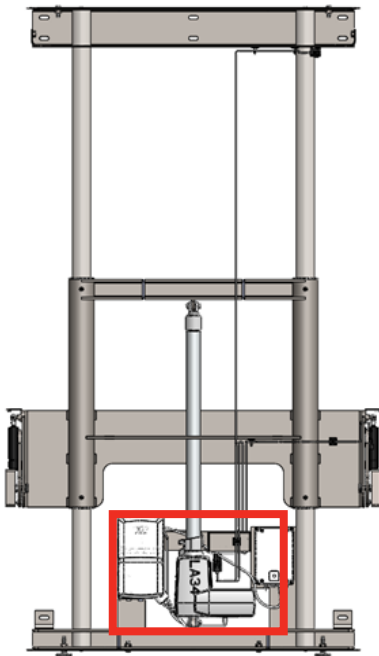
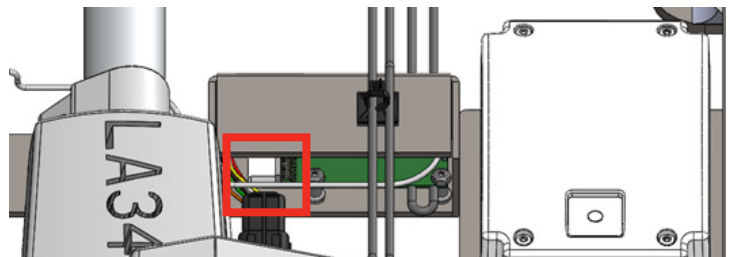

Figure 1 Emplacement du métier à tisser PCB et des connecteurs
Figure 2 Emplacement du métier à tisser PCB.
- Vérifiez la connexion du PCB au métier à tisser près du bas de la tour, emplacement indiqué sur la figure 1. Assurez-vous que le métier à tisser blanc du PCB est appuyé contre le PCB, emplacement indiqué sur la figure 2.